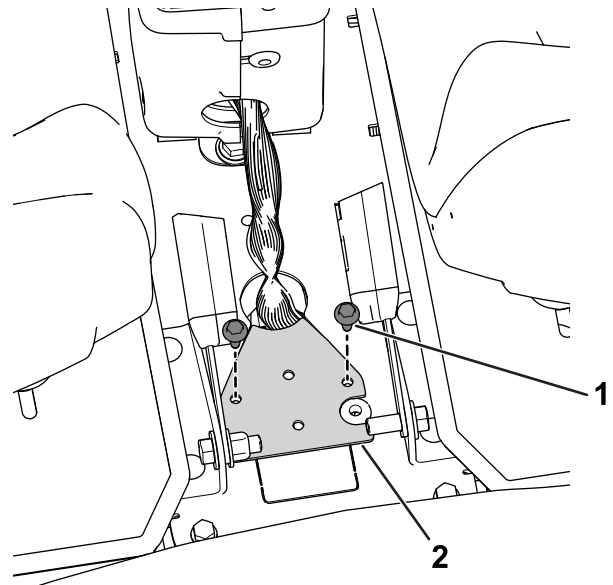

Bild 29
1. Nehmen Sie das Kabelbaumunterteil vom Armaturenbrett ab; lösen und entfernen Sie hierfür die Schrauben vom Kabelbaumunterteil (Bild 29).